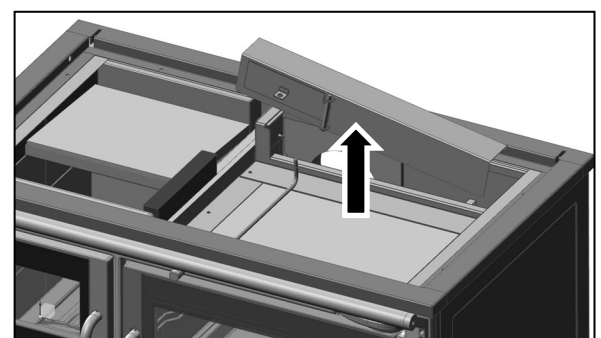

FIG. 23
3. Le couvercle d'accès à la cheminée se retire avec la vanne de tirage direct vers le haut (figure 23).